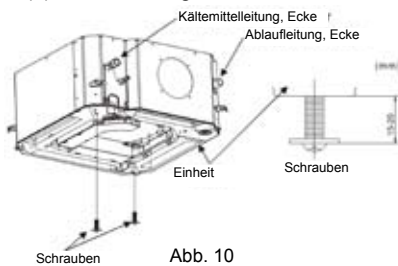

Abb. 10
(2) Zeitweise Installation der Blende
- Installieren Sie die beiden Schrauben (Zubehör) auf der Haupteinheit (an der Ecke der Kältemittelleitungsseite und an der gegenüber liegenden Seite. Details finden Sie in Abb. 10. Bitte achten Sie darauf, die 15-20 mm Schrauben noch nicht festzudrehen, um die Blende/Tafel leicht aufhängen zu können.
(3) Verdrahtung der Blende